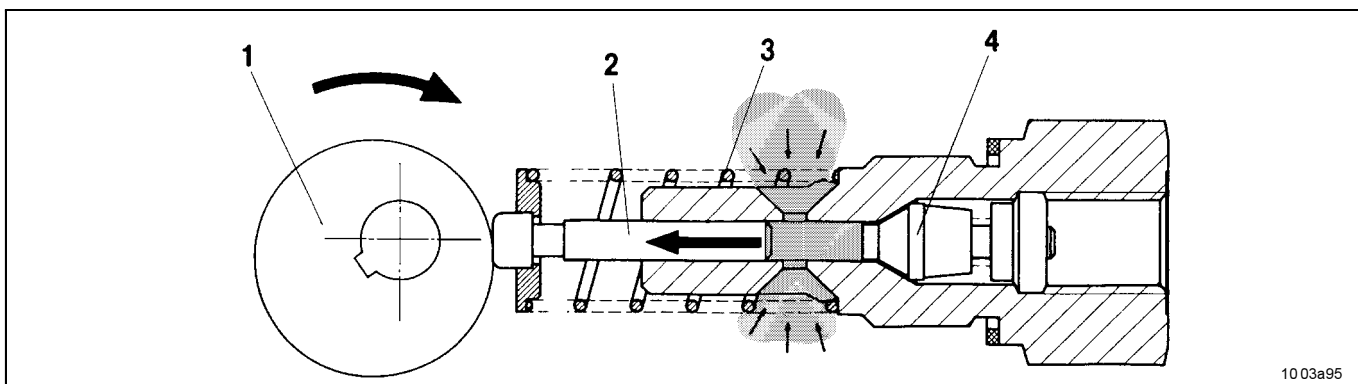

Fig. 2-2 Elemento pompante in fase di aspirazione
- L'elettromotore aziona un eccentrico che movimentata il pistone (vedi fig. 2-2 e 2-3).
- il pistone 2 aspira il lubrificante dal serbatoio (fig. 2-2) e